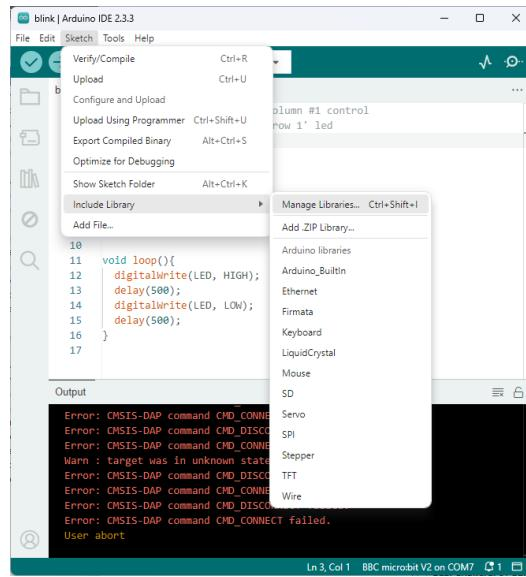

Figure A.10: Installeeren van van Library.
1. Ga naar Sketch → include library → Manage Libraries zoals figuur A.10 aangeeft